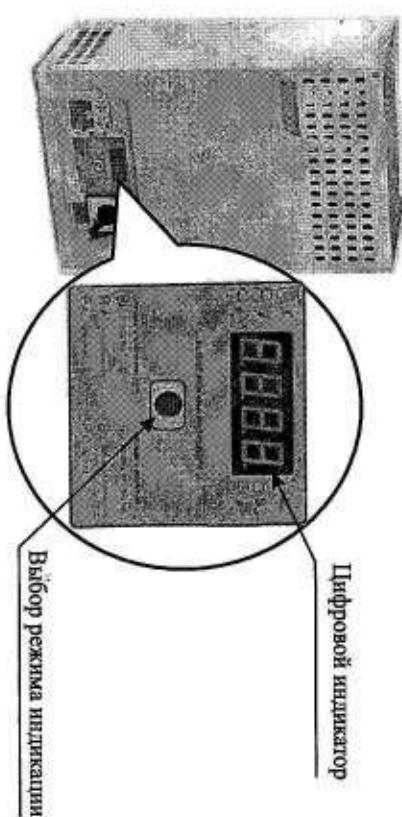

Рисунок 8. Информационная панель
• информационная панель (рисунок 8, 9, 10), ее назначение описано в пунктах 5.3., 5.4 и 5.5;
На информационной панели начнет светиться цифровой индикатор (рисунок 8), отображающий значение входного напряжения. На выходные клеммы появится стабилизированное напряжение $220\text{В} \pm \Delta\%$.